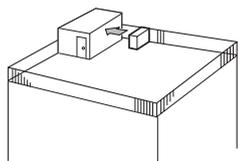

Fig. 2-3
- ① Richt de luchtuitlaat naar de dichtstbijzijnde muur, op ongeveer 100 cm van de muur. (Fig. 2-3)